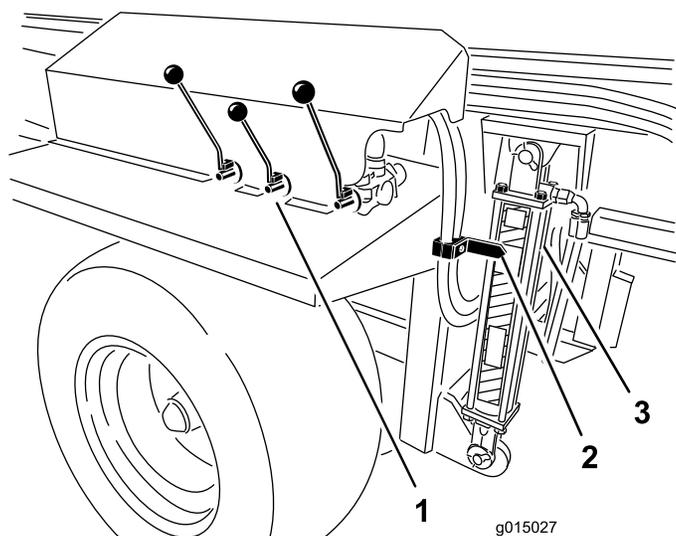

図 35
SH モデルでは油圧コントロールを使って、EH モデルでは無線リモコンを使って、メインホッパーの高さを調整する油圧シリンダの矢印が「油圧シリンダデカル」の「緑色ゾーン」にくるように調整します (図 35)。
**重要** 散布せずに移動走行をしているときには、ツインスピナーを停止し、ホッパー後部を少し上昇させて十分な地上高を確保してください（図 35）。